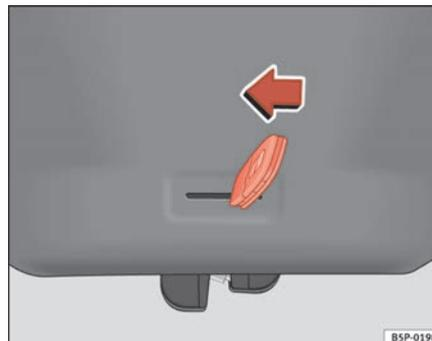

Abb. 68 Heckklappe:
- Stecken Sie den Schlüsselbart in den Schlitz und entriegeln Sie das Verriegelungssystem, indem Sie den Schlüssel von rechts nach links in Richtung Pfeil ziehen ⇒ Abb. 68. ■